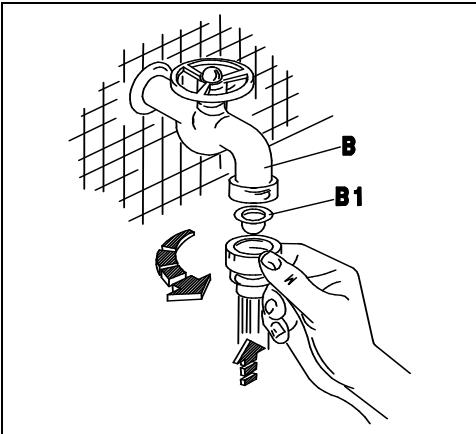
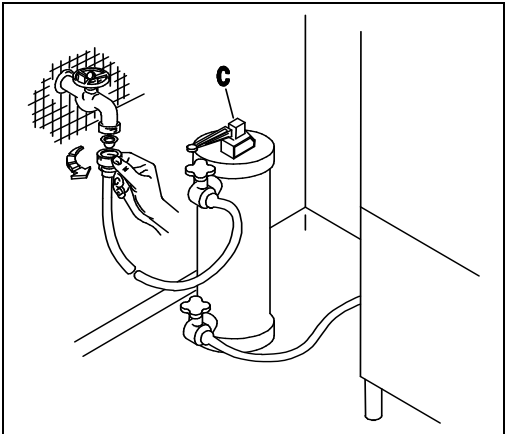
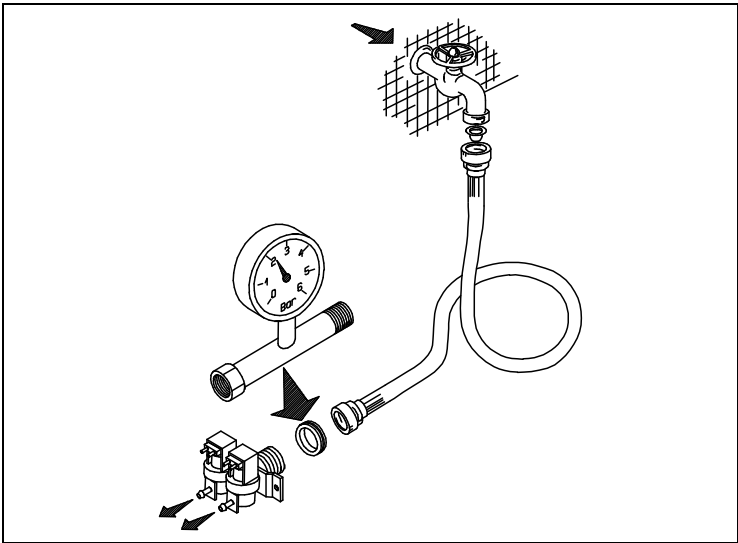
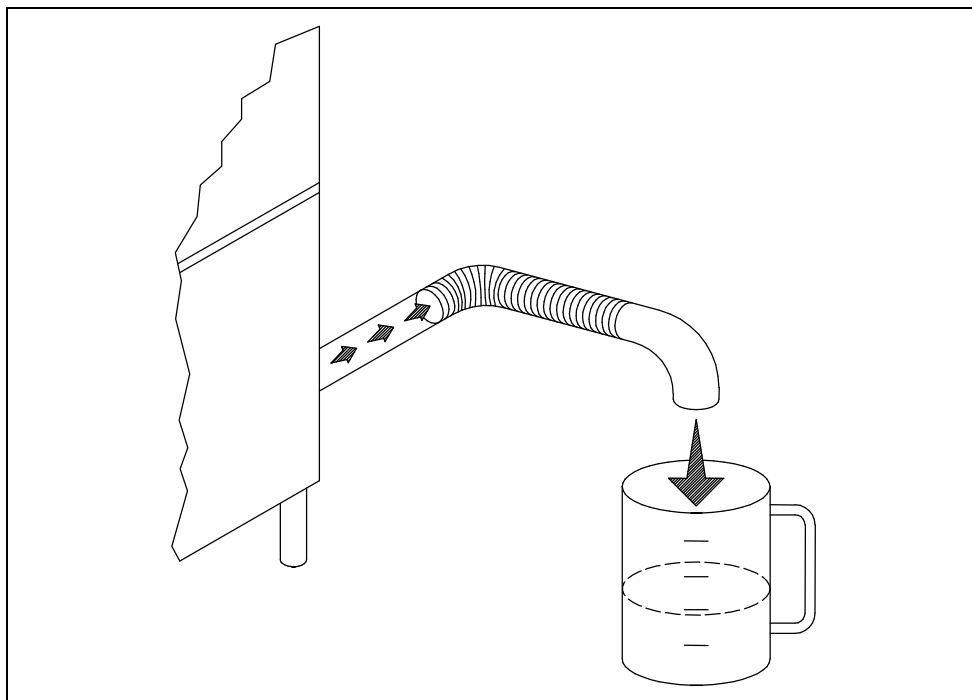

Fig. 2-2
Fig. 2-3
Fig. 2-4
Fig. 2-5
- L'apparecchio è previsto per l'allacciamento all'acqua fredda o calda (max 50 ÷ 55°C), con una pressione a valvola aperta come indicato nella Tab. 2-1. In caso di pressione superiore alla massima consigliata, bisogna installare un riduttore di pressione. In caso di pressione inferiore alla minima consigliata, bisogna installare una pompa di aumento pressione di max 0.5 Hp, con una portata di 20 L/min ed una prevalenza di 15÷20 mt. Il controllo della pressione deve essere effettuato all'ingresso dell'elettrovalvola (ved. fig.2-4). La condotta dell'acqua deve avere un diametro interno di almeno 16/18 mm (ved.fig.2-5). Collegare il tubo di carico acqua dell'apparecchio ad un rubinetto d'intercettazione (B), posto preferibilmente nelle immediate vicinanze dell'apparecchio, interponendo l'apposito filtro in dotazione (B1) (ved. fig.2-2). Si consiglia l'installazione di un decalcificatore (C) (non in dotazione), montato a monte dell'elettrovalvola della macchina (ved. fig.2-3).
- The appliance is designed for connection to the cold or hot water supply (max. 50-55°C) at a mains pressure with the valve open as shown in Table 2-1 and a minimum output of 10 litres/min. If pressure exceeds the maximum, fit a pressure reducer. If pressure is lower than the minimum, fit a pressure booster pump of max. 0.5 Hp, with an output of 20 litres/min. and a head of 15÷20 metres. Pressure must be measured at the solenoid valve inlet (see fig. 2-4). The water pipes must have an internal diameter of at least 16/18 mm (see fig. 2-5). Connect the appliance water supply pipe to a cut-out tap (B), preferably placed close to the appliance, fitting the special filter provided (B1) (see fig. 2-2). We recommend fitting a water softener (C) (not provided) upstream from the machine solenoid valve (see fig. 2-3).
- Das Gerät ist für den Anschluss an Warm-und Kaltwasser (max. 50-55°C) vorgesehen, wobei der Druck bei offenem Ventil dem in Tab. 2-1. Bei höherem Druck als dem empfohlenen einen Druckminderer installieren. Bei niedrigeren Druck als empfohlen eine Druckerhöhungspumpe mit max. 0,5 Hp, einer Förderleistung von 20l/min und einer Förderhöhe von 15-20m installieren. Die Druckkontrolle muss am Eingang des Elektroventils erfolgen (siehe Bild 2-4). Die Wasserleitung muss einen Innendurchmesser von mindestens 16/18 mm aufweisen (siehe Bild 2-5). Den Zulaufschlauch des Gerätes an einen möglichst nahegelegenen Wasserhahn (B) anschliessen und den vorgesehenen Filter (B1) anbringen (siehe Bild 2-2). Der Einbau eines Etkalkers (C) wird empfohlen; dieser gehört nicht zur Ausstattung und muss vor dem Elektroventil der Maschine eingebaut werden. (siehe Bild 2-3).
- L'appareil peut être raccordé à l'eau froide ou chaude (50:55°C max) à une pression, soupape ouverte, comme indiqué dans le tableau 2-1. Si la pression dépasse la pression maximum conseillée, il faut installer un réducteur de pression. Si la pression est inférieure à la pression minimum conseillée, il faut installer une pompe pour faire augmenter la pression de 0,5 Hp max., à un débit de 20 litres /min et à une hauteur d'élévation de 15-20 m. Le contrôle de la pression sera effectué à l'entrée de l'électrovanne (voir fig. 2-4). Les conduites d'eau auront un diamètre interne d'au moins 16/18 mm (voir fig. 2-5). Raccorder la conduite d'arrivée de l'eau de l'appareil à un robinet secondaire (B), installé si possible tout près de l'appareil, après avoir intercalé le filtre spécial fourni (B1) (voir fig. 2-2). Nous conseillons d'installer un adoucisseur (C) (non fourni) qui sera monté en amont de l'électrovanne de la machine (voir fig. 2-3).
- Este aparato se puede alimentar con agua caliente o fría (máx. 50 ÷ 55°C); la presión del agua con válvula abierta está indicada en la tabla 2-1. En caso de que la presión fuera superior a la máxima que se aconseja, instale un reductor de presión; si fuera demasiado baja, instale una bomba de aumento de presión de 0,5 Hp (máximo), con un caudal de 20 litros por minuto y una altura de elevación de 15 a 20 m. El control de la presión se debe efectuar en la entrada de la electroválvula (véase fig. 2-4). La tubería del agua debe tener un diámetro interior de 16-18 m. por lo menos (véase fig. 2-5). Conecte el tubo de alimentación del agua del aparato a un grifo de paso (B), que irá montado preferentemente muy cerca del aparato, tras interponer el filtro (B1) del equipamiento base (véase fig. 2-2). Es aconsejable instalar un descalcificador (C) (que no forma parte del equipamiento base). El descalcificador irá montado antes de la electroválvula de la máquina (véase fig. 2-3).